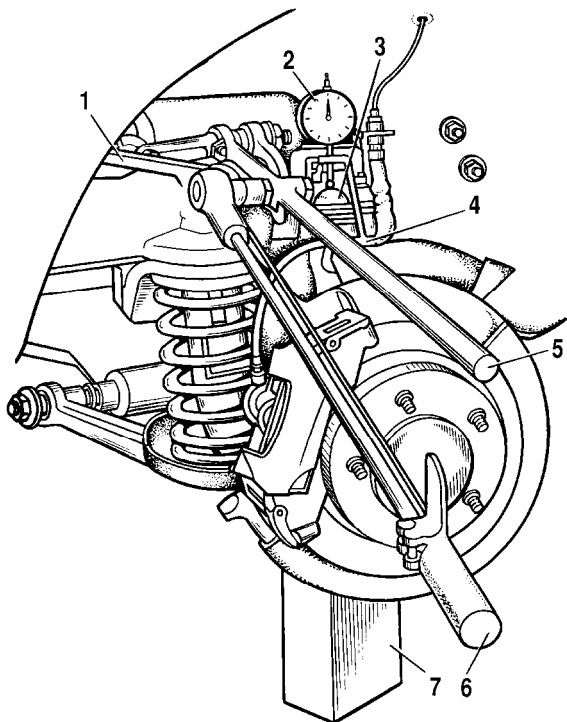

Рис. 4-2. Проверка состояния резинометаллического шарнира рычага передней подвески:
- измерьте радиальное смещение А (рис. 4-2) наружной втулки 2 относительно внутренней втулки 6 и расстояние В между упорной шайбой 5 и внешним торцом наружной втулки 2.